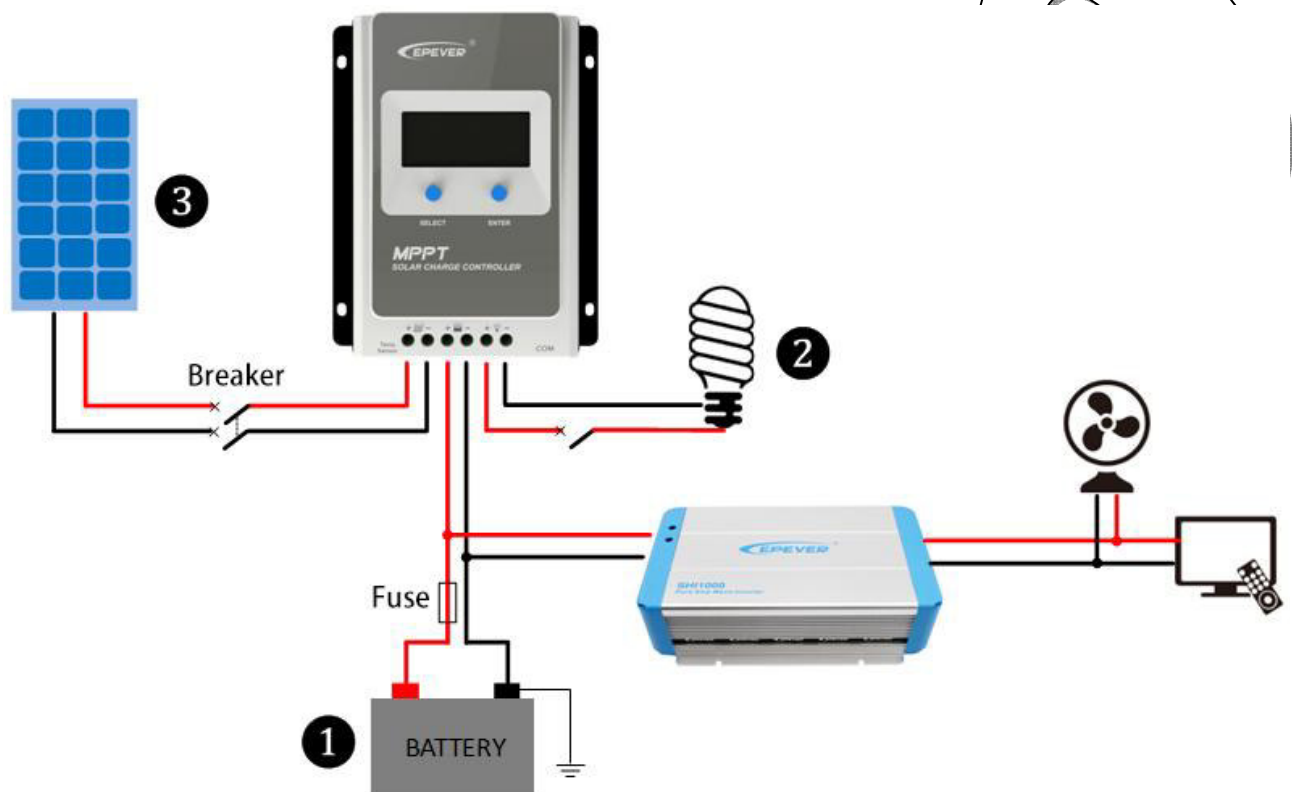

Figure 2-2 Schéma de câblage
Etape 2 : Connecter le système dans l'ordre de ① batterie ② charge externe (Load) ③ PV selon la Figure 2-2, "Schéma de câblage" et déconnecter le système dans l'ordre inverse ③ ② ①.